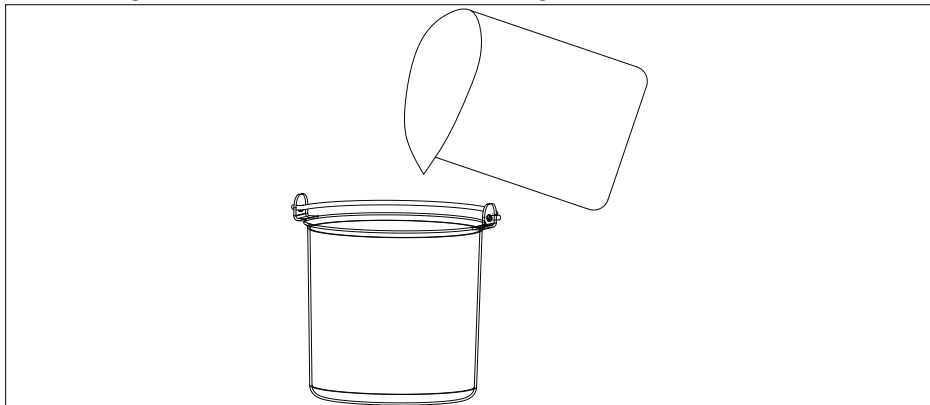

Abb. 3
- ▶ Füllen Sie die vorbereiteten Zutaten in den Aluminiumbehälter. Verwenden Sie den mitgelieferten Messbecher zur Dosierung der Zutaten (siehe Abb. 3).